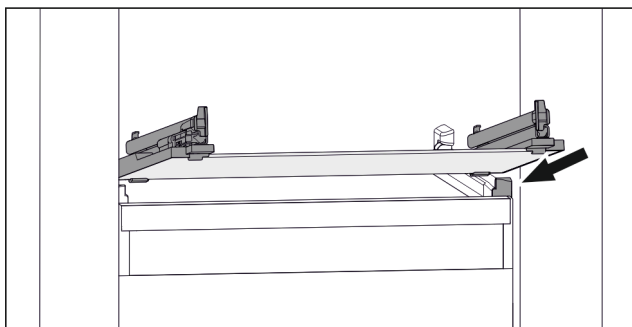

Fig. 113 Simbolična slika steklene plošče
- ▶ Steklenu ploščo postavite v poševnem položaju za zaustavjalniki. (glejte Fig. 113)